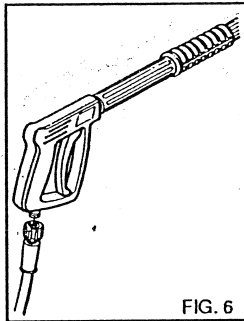

FIG. 6
- 3) Brancher le tuyau haute pression sur le nettoyeur C et à la lance (fig. 6).